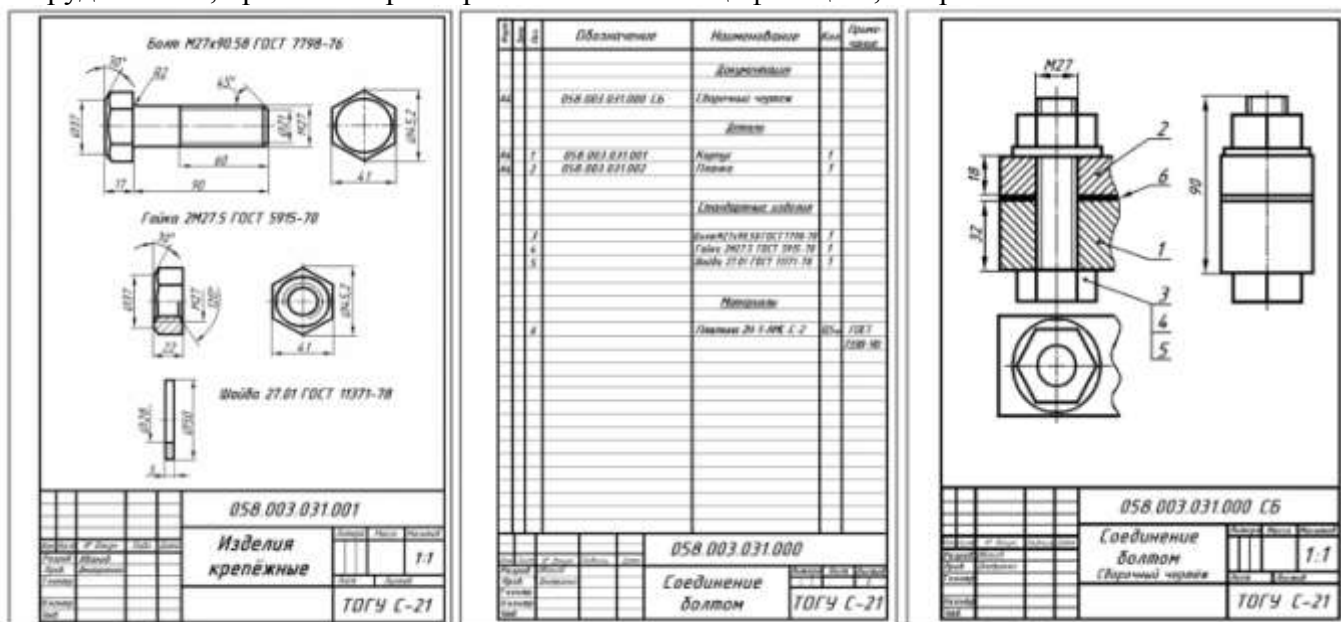

Рисунок 16.1 – Задание для моделирования крепёжного оборудования
2. Выполнить модель болта, гайки, шайбы в программе Renga. Соединить детали крепёжным оборудованием, проставить размеры. Заполнить спецификацию, см. рис.16.1
3. Зайти в раздел Таблицы создать спецификацию крепёжных изделий, см. рис.16.1